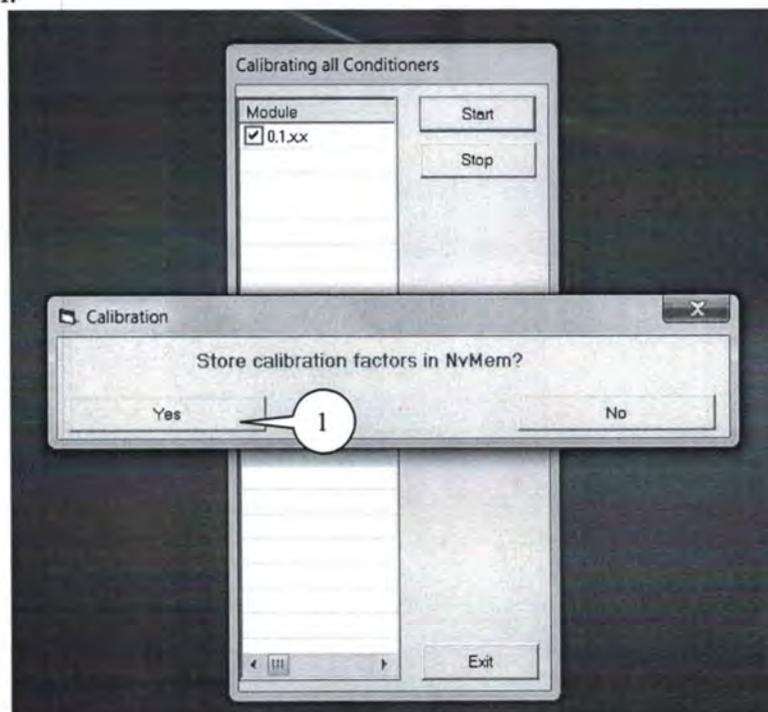

Рисунок 4
7.3.3.3 Дождаться окончания измерений виртуальной панели программного обеспечения (рисунок 4) нажать клавишу «Yes» (1) и сохранить результаты поверки в памяти контроллера усилителя.